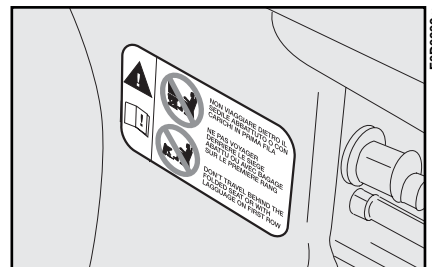
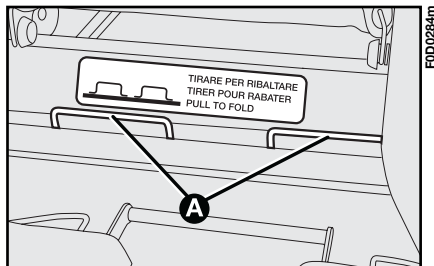
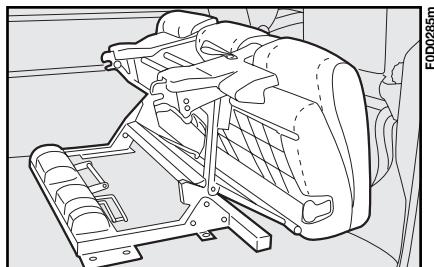

Abb. 65
Abb. 66
Abb. 67
**Fahren Sie nicht in der 3. Reihe, wenn die Sitzbank der 2. Reihe umgeklappt ist (siehe Abb. 67). Legen Sie auch keine Gegenstände auf die umgeklappte Rückenlehne der Sitzbank der 2. Reihe: Bei einem Aufprall oder einer scharfen Bremsung könnten die Gegenstände gegen die Fahrgäste geschleudert werden und diese schwer verletzt werden. Für weitere Informationen lesen Sie bitte die Angaben auf dem Aufkleber, der sich unter der Rückenlehne der Sitzbank befindet (Abb. 65).**
Wenn Sie die Sitzbank einpacken wollen, nachdem Sie sie umgekippt haben, ziehen Sie an den beiden Hebeln **A**, **Abb. 66** unter der Rückenlehne (wie auf dem Schild erklärt ist), und kippen Sie die komplette Sitzbankreihe nach vorn (**Abb. 67**).